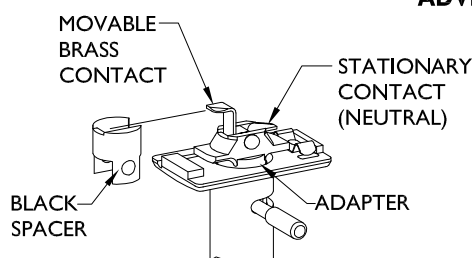

FIG. 7
1. To convert attachment fitting for upper circuit, raise BRASS CONTACT to high position by pulling BRASS CONTACT as high as stop permits and slipping on BLACK SPACER (FIG. 7 & 8).
1. Pour convertir l'accessoire de fixation pour le circuit du haut, soulever le CONTACT DE LAITON à la position du haut en tirant le CONTACT DE LAITON aussi haut que la butée le permet puis le glisser sur la CALE D'ESPACEMENT NOIRE (FIG. 7 et 8).